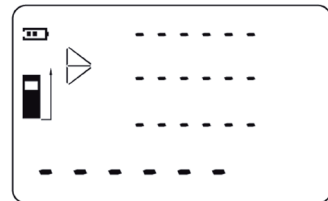

Fig. 20
1. Appuyez sur la touche 4 «Mode» pour accéder au mode de mesure par fonction de Pythagore double (Fig. 20).